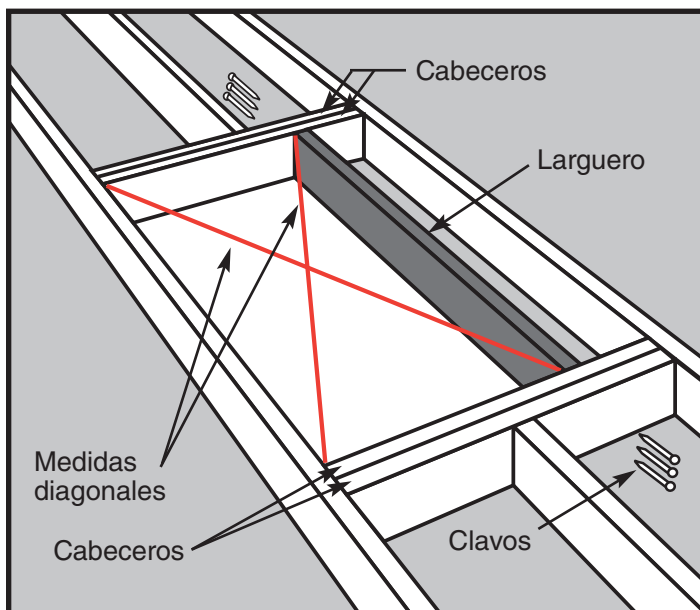

Figura 18
- PASO 4.** Posicione el (los) larguero(s) a lo largo del (de los) lado(s) no enmarcado(s) de su ubicación (vea la Figura 18). Verifique que las dimensiones internas del marco sean 57.1 cm (22-1/2") x 137.1 cm (54") (AH2210 y AE2210) o 63.5 cm (25") x 137.1 cm (54") (AH2510).
- PASO 5.** Para unir el (los) larguero(s) a los cabeceros, utilice clavos de longitud suficiente para pasar a través de ambos cabeceros e insertarse en el larguero al menos 25.4 mm (1 pulgada). Ponga el (los) larguero(s) a escuadra con los cabeceros en un extremo, e inserte tres (3) clavos 16d en el larguero, a través de los cabeceros.
- Verifique la escuadra, y luego clave el otro extremo. Verifique que la abertura sin terminar esté a escuadra. Para ello, mida las diagonales. **Las dos medidas deben diferir en menos de 3.2 mm (1/8") para que el conjunto se considere a escuadra** (vea la Figura 18).